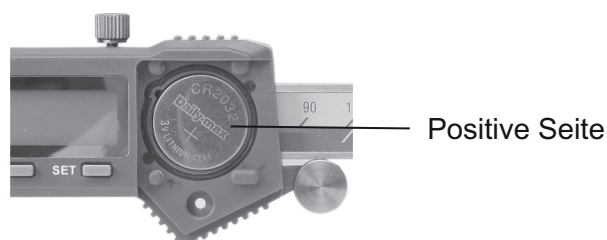

Abb. 2
- » Eine CR2032-Batterie mit der positiven Seite (+) nach außen in das Fach einsetzen (Abb. 2).